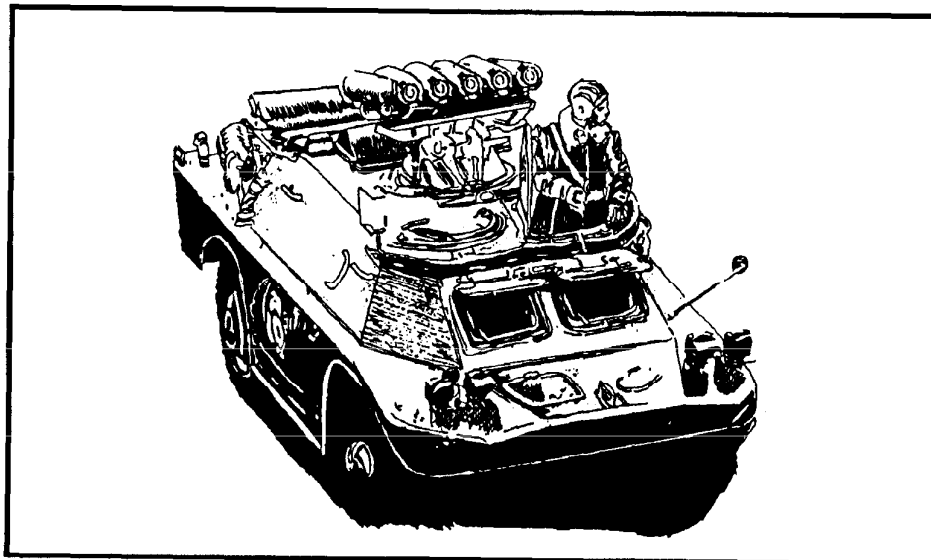

Figure F-8. AT-5 Spandrel.
- d. AT-5 Spandrel (Figure F-8).